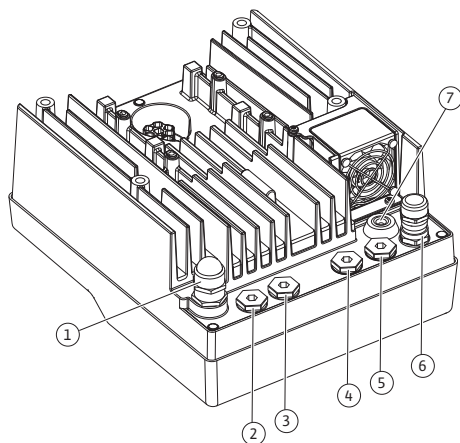

Fig. 23: Kabelschroefverbindingen/kabeldoorgangen (0,37 kW ... 7,5 kW)
Op de elektronicamodule (Fig. 23) bevinden zich zes kabeldoorgangen naar de klemmenkast. De kabel voor de voedingsspanning van de elektrische ventilator op de elektronicamodule is af fabriek gemonteerd. De eisen met betrekking tot de elektromagnetische compatibiliteit moeten in acht worden genomen.
4. Voer de aansluitkabel door de kabelschroefverbinding M25 (Fig. 23, pos. 1, bij 0,37 kW ... 7,5 kW) heen.